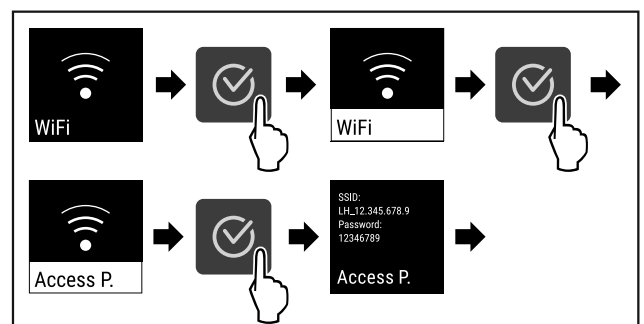

Fig. 84
- ▶ Vykonať kroky akcie (pozri Fig. 84).